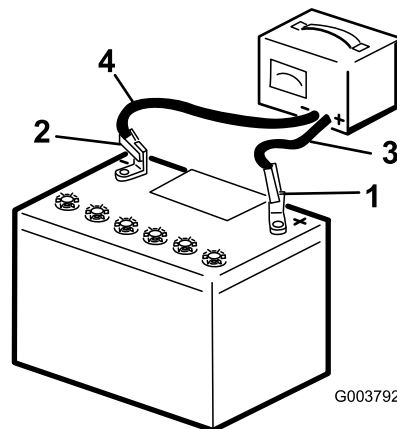

Figure 32
3. Chargez la batterie pendant 10 à 15 minutes entre 25 et 30 A, ou pendant 30 minutes entre 4 et 6 A (Figure 32). Ne chargez pas la batterie excessivement.
4. Quand la batterie est chargée au maximum, débranchez le chargeur de la prise, puis débranchez les fils du chargeur des bornes de la batterie (Figure 32).